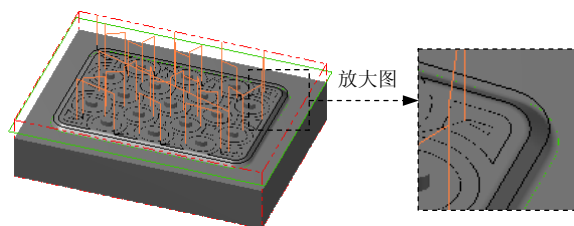

图 25.26 刀具路径
Step6. 完成参数设置。单击“曲面精加工环绕等距”对话框中的  按钮，系统在图形区生成图 25.26 所示的刀具路径。